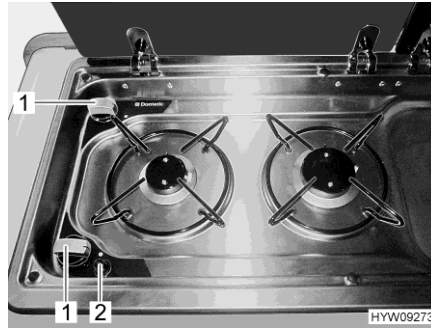

Fig. 78 Réchaud à gaz
- Tourner le bouton tournant (Fig. 78,1) du brûleur désiré en position d'allumage (grande flamme).
- Presser le bouton-poussoir (Fig. 78,2). Une étincelle d'allumage est générée sur le brûleur. Appuyer plusieurs fois sur le bouton-poussoir si nécessaire.